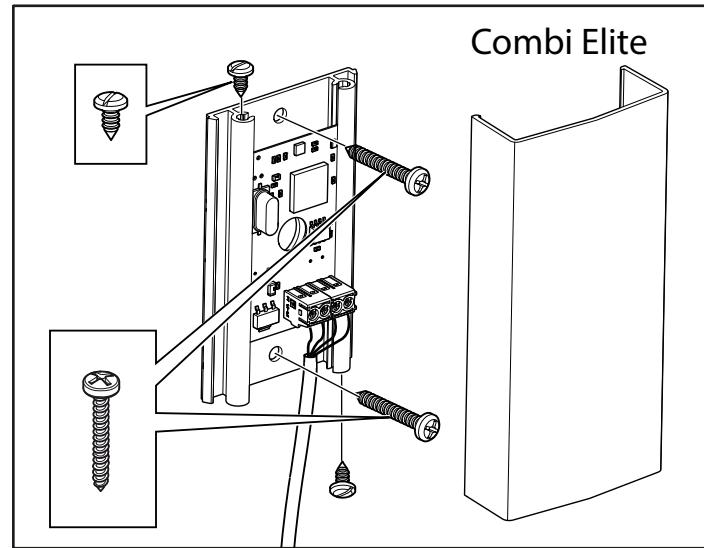
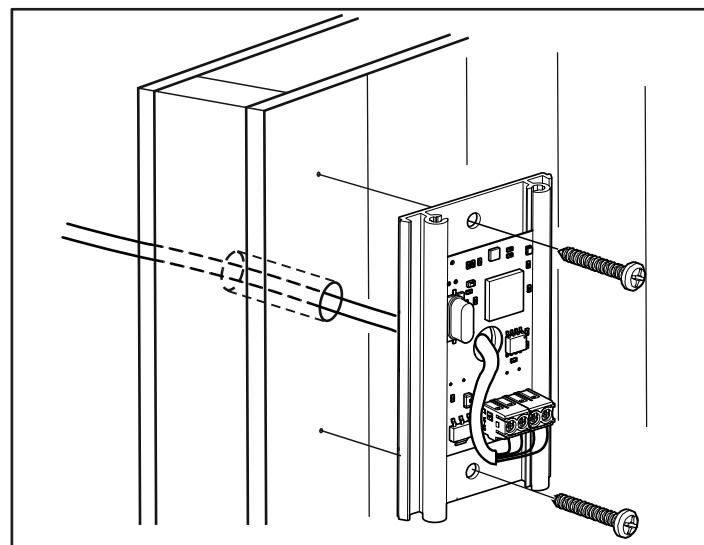

Fig 16: Montering av sensorn, Kabeln inne i bastun måste vara värmebeständig. Anslut sensorns kabel (se Fig 19).
Fig 17 : Ledningsdragning genom vägg.
14. Montera sensorn på väggen se Fig 16. Termistorledningen kan även dras igenom väggen. Täta eventuella hål i väggen bakom sensorn, se Fig 17. Termistorledningen kan förlängas utanför bastun med svagströmsledning (4-ledare).